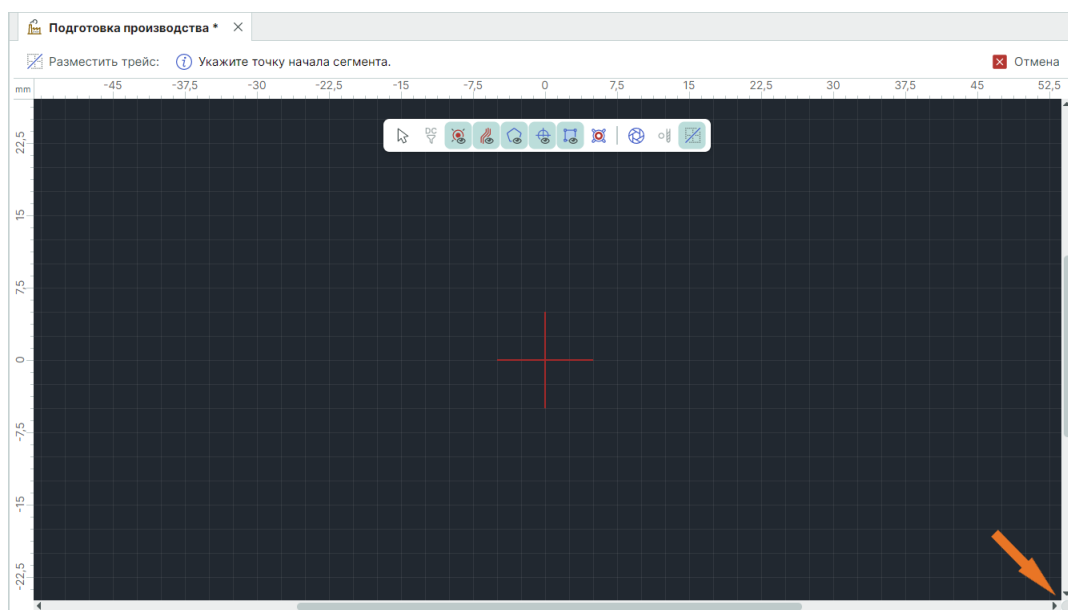

Рис. 240 Переход к вводу координат курсора мыши
2. Нажмите на круг, расположенный в правом нижнем углу окна графического редактора («Ctrl+Space»), см. Рис. 240.